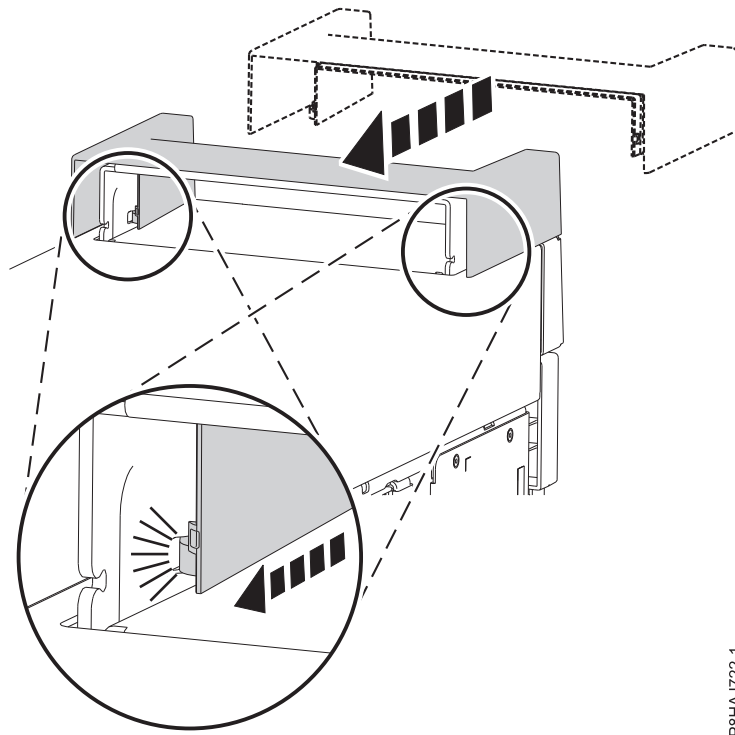

図 34. 8286-41A スタンドアロン・システムへのハンドル・カバーの固定
1. ハンドル・カバーを、システムの後部方向へスライドさせて内部 RDX ドッキング・ステーション (FC EUA3) に固定します。図 34 を参照してください。